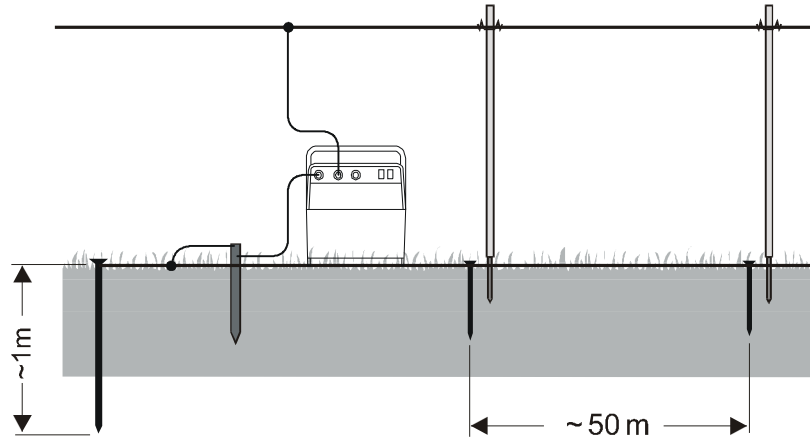

Fig. 2
Der Codierschalter (Wippschalter mit einer oberen und einer unteren Tastfunktion) ist links neben dem Testschalter angeordnet (Seite 4, Fig.2)
vous avez le choix entre la borne normale avec récupération de l'énergie et la borne "HOT SHOCK" (page 4 / fig.2).
Généralités: Mettre le variateur de puissance (1) dans la position désirée: à noter que si vous utilisez une pile de qualité standard, il est nécessaire de mettre ce variateur sur la position (⚡) ; sinon, e, position (⚡) la pile se videra plus rapidement du fait du système de compensation de perte intégré à l'appareil. Le bouton ON/OFF (2) sert de bouton de codage. Il est impossible de manipuler l'appareil de l'intérieur (risque de détérioration irrémédiable). Le bouton de codage ON/OFF (2) est un bouton à bascule (haut et bas) qui se trouve à la gauche du bouton-test (voir page 4 / fig.2).
Earth and fencer line cables should be connected according to the illustration. Here you can choose between the standard connection with the master dialogue system (energy recuperation) and the „hot shock“ connection (page 4, fig. 2). On light, dry vegetation the current consumption is lower when using the standard terminal. The connecton to the „hot shock“ terminal has the maximum current drain.